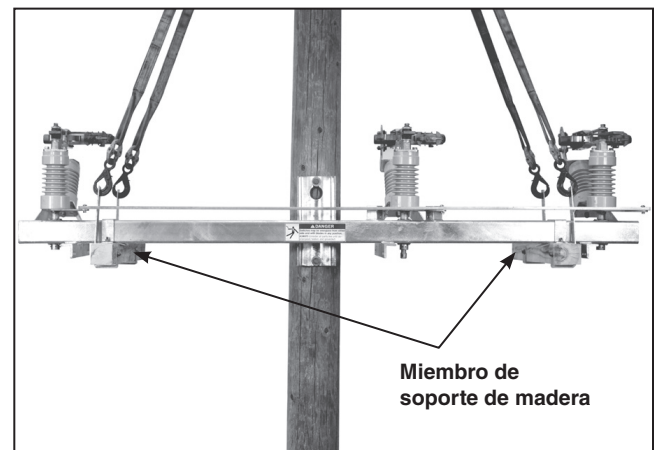

Figura 11. Remueva miembro de soporte de madera.
**PASO 9.** Retire los miembros de soporte de madera, las correas de izamiento, las abrazaderas de listón que se proporcionan para facilitar el izamiento del interruptor. Vea la Figura 11.